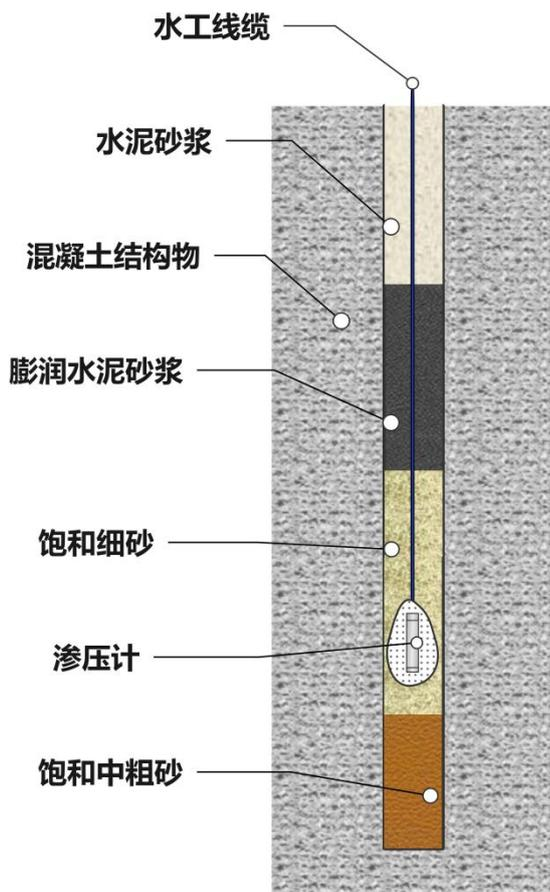

图 5
②钻孔经过渗水试验合格后，将预备好（用透水土工布制成的沙包包裹）的渗压计放入孔中，周围填满细砂，上层用膨胀水泥封孔阻断透水层，再上层水泥砂浆封口，如下图 5 所示。
③理顺电缆，引向测站，测量初值。